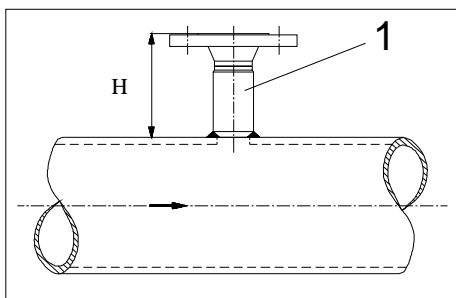

Abb. 9
Es ist besonders darauf zu achten, daß das Maß von der Dichtfläche des Flansches bis zur Rohrleitung dem in Ihrer Bestellung angegebenen H-Maß entspricht (siehe Abb. 9).
3. Heften Sie den Montagestutzen {1} mit 1-2mm Luftspalt auf die Rohrleitung. Die Schraubenlöcher des Flansches müssen in einem Winkel von 45° zur Rohrachse stehen. (siehe Abb. 9 und 10)
4. Beachten Sie das H-Maß beim Einschweißen des Montagestutzens (siehe Abb. 9).